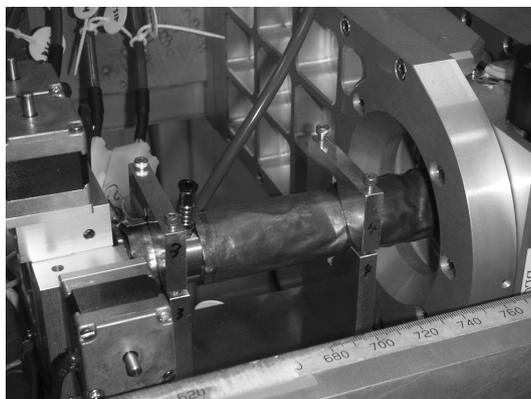

図 2: ガイドチューブの取り外し (中央の棒状のもの)
2. 受光スリット 2(rs2) がついている場合は、取り外す。図 2 に示すガイドチューブとそのクランプも取り外す。
2. 図2のようにカウンター位置に、イオンチェンバーをセットし、`>plotselect rear`としておく。